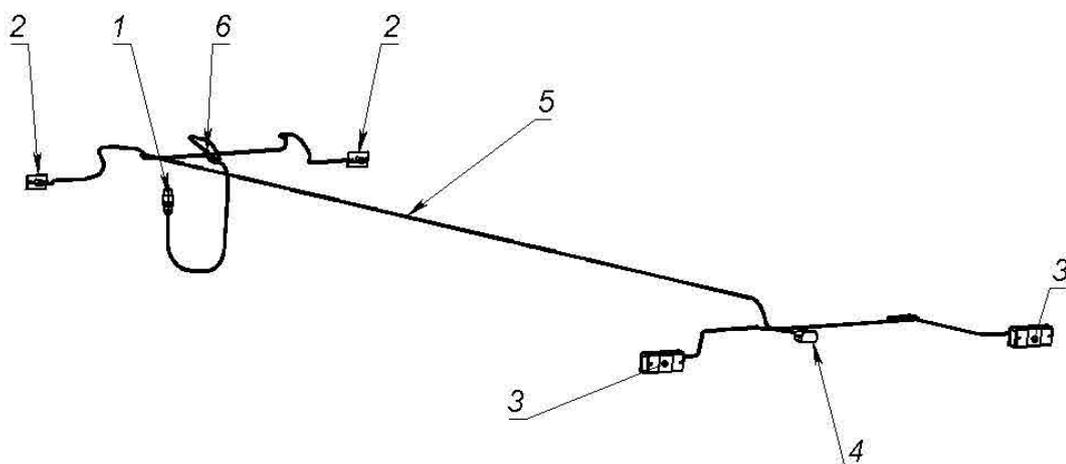
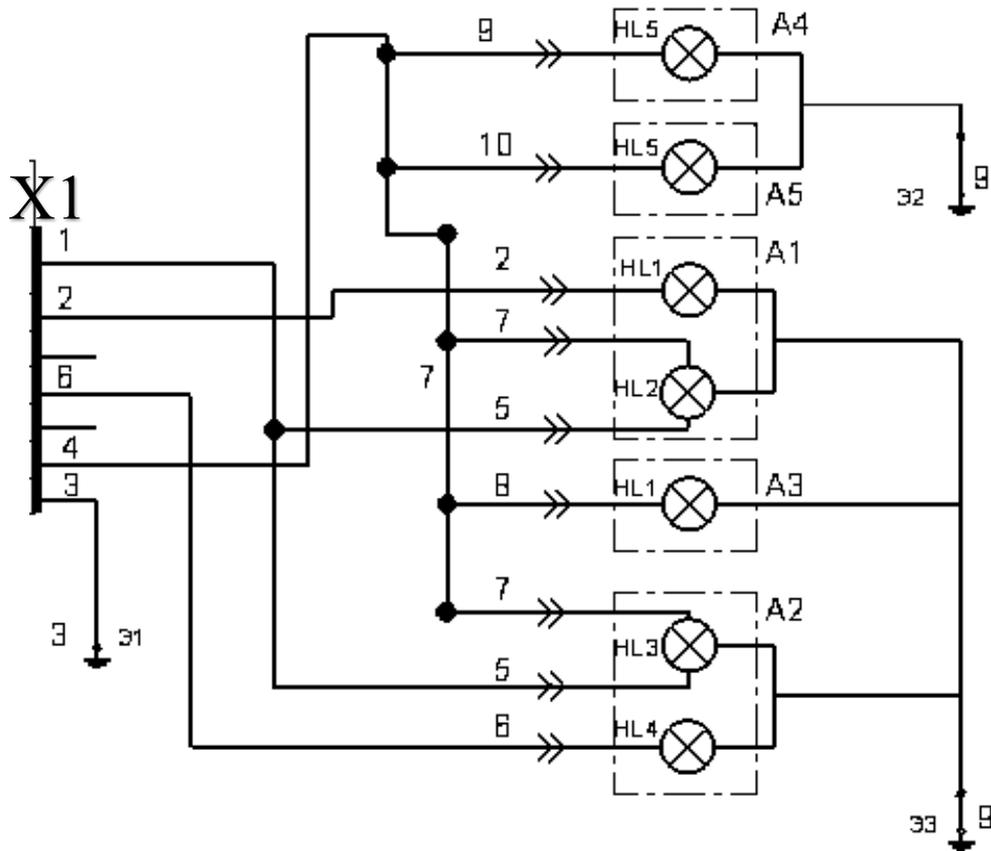

Рисунок 4.1 Электрооборудование прицепа.
Рисунок 4.2 – Схема электрооборудования
2.7 Светосигнальное оборудование прицепа состоит из электрооборудования (рисунок 4.1 и схема рисунок 4.2) состоит из вилки штепсельной, жгута проводов, двух подфарников со светоотражающим устройством двух задних фонарей, фонаря освещения номерного знака. В систему светосигнального оборудования входят и световозвращатели - четырех оранжевых боковых и двух задних красных (треугольной формы).